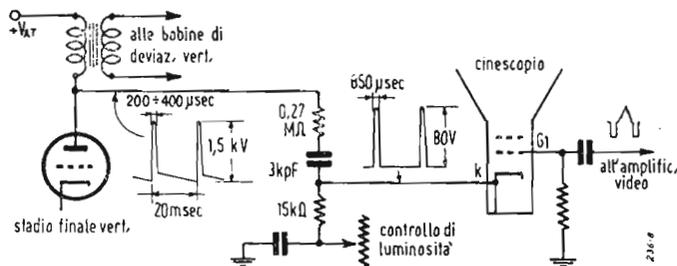
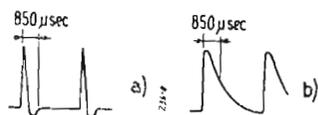

Fig. 1. - Cancellazione ritorni verticali con impulsi positivi applicati al catodo k.
Fig. 2. - Forme d'onda al catodo k per costanti di tempo RC; a) troppo breve, b) troppo lunga.
1) Tubo di sintesi alimentato in griglia colla miscela video-sincro avente gli impulsi sincronizzanti di polarità negativa. Un facile metodo per cancellare i ritorni è quello di applicare al catodo degli impulsi positivi derivati dal trasformatore d'uscita dello stadio amplificatore finale verticale come indicato in fig. 1. La durata de-
La costante di tempo RC del circuito di accoppiamento fra l'anodo dell'amplificatore verticale ed il catodo K del tubo deve essere piccola rispetto al periodo verticale  $V = 20$  msec, e grande rispetto al tempo di ritorno di trama per solito compreso fra 200 a 400  $\mu$ sec; in fig. 1 si è adottato  $RC = 0,285 \cdot 10^6 \cdot 3 \cdot 10^{-9} = 855$   $\mu$ sec, valore che si è dimostrato opportuno in molti casi. Gli impulsi di ritorno in placca del tubo di uscita sono positivi (il dente di sega verticale presenta al primario del trasformatore di uscita il tratto di andata negativo, ossia discendente da sini-
stra a destra) e, dopo la differenziazione operata dal circuito di accoppiamento, assumono la forma indicata al catodo K in fig. 1. Gli impulsi positivi applicati in K interdicano il pennello elettronico per tutta la durata dei ritorni verticali e quindi questi non sono più visibili sullo schermo. Il circuito d'accoppiamento agisce anche da divisore di tensione per ridurre l'altissimo guizzo di circa 1,5 kV a valori compresi fra 50 e 100 volt (rapporto circa 19/1). La fig. 2 mette in evidenza le forme d'onda dei guizzi di soppressione al catodo K del tubo, quando la costante di tempo non